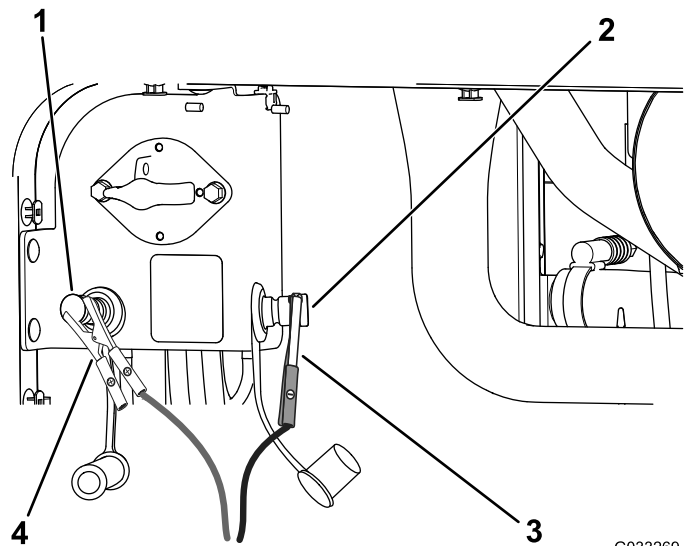

Figura 105
4. Conecte el cable positivo del cargador de la batería al borne positivo del otro vehículo (Figura 105).
5. Conecte el cable negativo del cargador de la batería al borne negativo de la batería del otro vehículo (Figura 105).
7. Cuando las baterías estén completamente cargadas, desconecte el cargador de la fuente de electricidad, luego desconecte los cables del cargador de los bornes de la batería del otro vehículo (Figura 105).